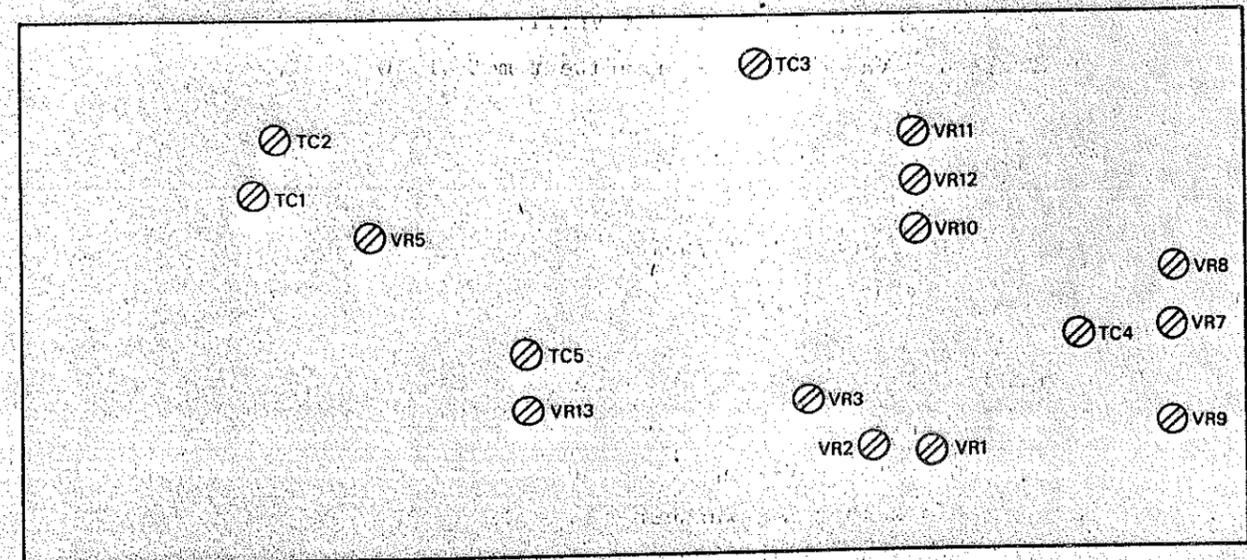

Fig. 14
A. Afregeling van de horizontale versterker/tijdbasis (fig.14).